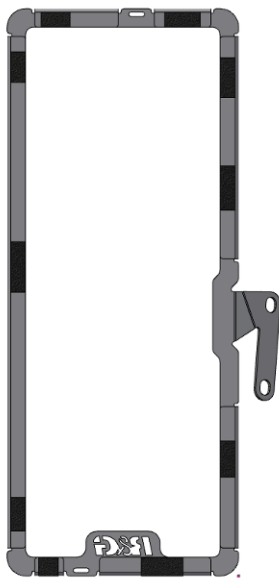

Abbildung 1
- Schneiden Sie zuerst den selbstklebenden Schaumstoff vom Kit (Artikel 6) in 10mm Streifen und kleben Sie diese auf der Rückseite des äußeren Rahmens am jeweiligen Kühlerschutz – wenn möglich an den gleichen Positionen wie in **Abbildung 1** abgebildet.